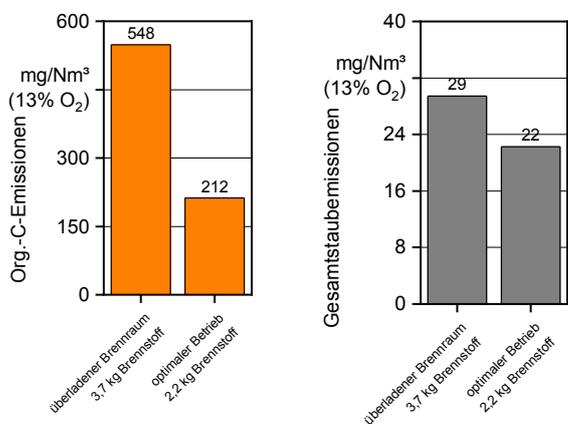

Abbildung 2: Auswirkungen von Heizfehlern an einem modernen Scheitholz-Kaminofen (7 kW). Jede Säule stellt den Mittelwert aus je drei Messungen dar.
unter 10 Prozent, ist das Scheitholz zu trocken. Das würde eine zu intensive Verbrennung mit teilweisem Luftmangel bewirken. Zu feuchtes Holz hingegen entzieht dem Brennprozess Wärme für die Wasserverdunstung und erhöht das Abgasvolumen. Für eine saubere Verbrennung sind hohe Feuerraumtemperaturen jedoch entscheidend. Außerdem benötigen Verbrennungsreaktionen Zeit, weshalb sich die gebildeten Brenngase ausreichend lange im Brennraum aufhalten sollen. Das wird aber durch die höhere Abgasmenge bei feuchtem Brennstoff erschwert. Zudem kann eine höhere Holzfeuchte beim Auflegen auch noch das Zünden verzögern, wodurch es zu ähnlichen Schwelgasproblemen kommen kann wie beim oben beschriebenen Heizfehler 2. Im dargestellten Messbeispiel (siehe Abbildung 2) wurde bei optimalem Heizbetrieb auf eine heiße Grundglut einmalig eine feuchtere Holzauflage mit 29 Prozent Wassergehalt eingefüllt. Das führte bei den Kohlenwasserstoffen zum 4,8-fachen und beim Staub zum 4,3-fachen Schadstoffausstoß.
Soll der Ofen bei einer längeren Abwesenheit möglichst lange brennen ohne erneutes Nachlegen, wird oft eine größere Holzmenge in den Brennraum gegeben. Damit wird versucht, die zündfähige Glut lange zu erhalten. Dieser Fall wurde nachgestellt, indem die vom Ofenhersteller empfohlene Nachlegemenge um 70 Prozent erhöht wurde. Hierbei sind zwar die Schadstoff-Auswirkungen weniger gravierend als bei den vorgenannten Heizfehlern. Dennoch kommt es zu Emissionsproblemen, da der Kohlenwasserstoffausstoß um das 2,7-fache höher ist (siehe Abbildung 2). Beim Staub liegt der Wert beim 1,3-fachen des optimalen Betriebs.
■ Bild 2: Beispiel zweier untersuchter Anzündvarianten (Zündstapel) (Foto: Robert Mack)
kreuzweise gestapelt, bevor anschließend gezündet wird. Es gibt allerdings auch Kaminöfen, die beim „Anzünden von unten“ bessere Ergebnisse erzielen. Bei den Messungen am TFZ war dies der Fall, diese Variante wurde deshalb sowohl „sorgfältig“ als auch „nachlässig“ ausgeführt und vermessen (siehe hierzu Bild 2).